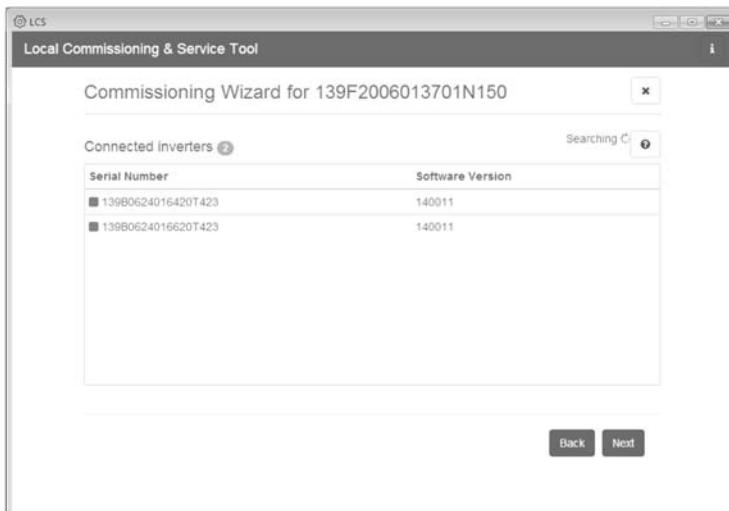

Figura 5.5 Tool LCS – Elenco degli inverter collegati
6. Viene visualizzato un elenco di inverter identificati dall'Inverter Manager selezionato. V. figura 5.5.